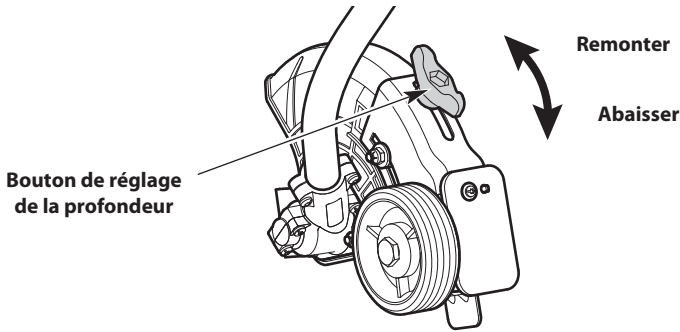

Fig. 15
1. Desserrez le bouton de réglage de la profondeur (Fig. 15).